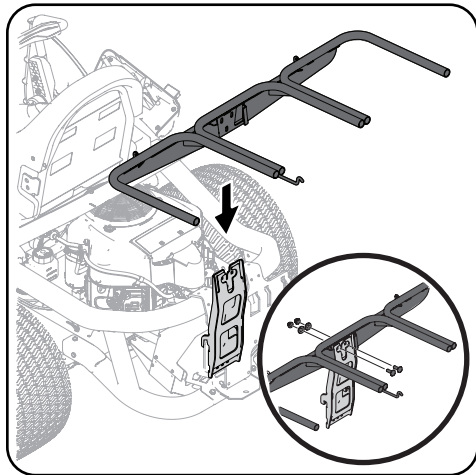

Figura 4-7
1. Coloque y sujete el conjunto del colgador en la ménsula de soporte vertical usando dos pernos de carro (710-0276) dos arandelas de cubeta y dos tuercas de seguridad con brida (712-04063) del paquete de herrajes 689-01419. Figura 4-7.